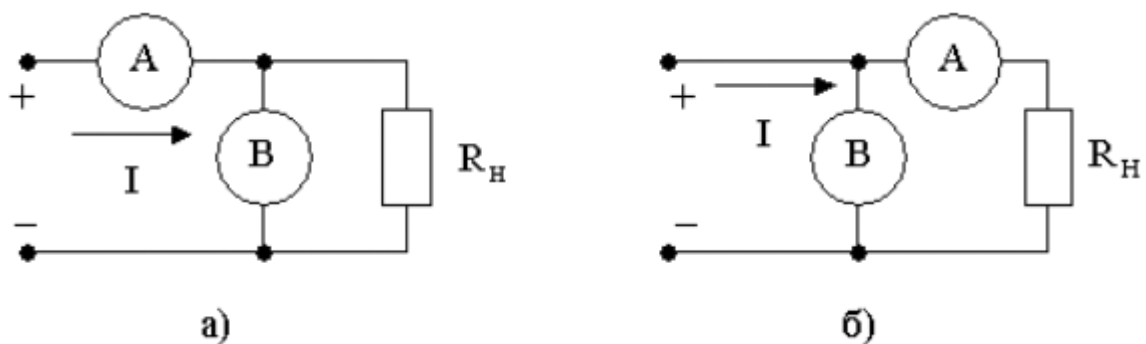

Рис. 3.2.1. Различные схемы включения амперметра и вольтметра при измерении мощности постоянного тока
При косвенных измерениях электрической мощности возможны две схемы включения приборов (рис.3.2.1.а и 3.2.1.б). В обоих случаях на результатах измерений сказывается методическая погрешность, обусловленная слиянием внутреннего сопротивления вольтметра и/или амперметра. В схеме, представленной на рис.3.2.1.а, амперметр измеряет не ток нагрузки, а сумму токов нагрузки и вольтметра, в схеме, представленной на рис.3.2.1.б – показания вольтметра определяются не падением напряжения на нагрузке, а суммой падений напряжения на нагрузке и амперметре. Следовательно, в обоих случаях мощность, вычисленная на основании показаний амперметра и вольтметра, будет отличаться от действительного значения P_D . Первую схему лучше использовать, если $R_H \ll R_B$, вторую – если $R_H \gg R_A$, где R_H – сопротивление нагрузки, а R_B и R_A – внутреннее сопротивление вольтметра и амперметра соответственно.
При выполнении косвенных измерений мощности в соответствии с описанной выше процедурой абсолютная методическая погрешность измерений в случае, изображенном на рис.3.2.1.а, вычисляется по формуле:
- С помощью КУ включите приборы по схеме, изображенной на рис. 3.2.1.а.
б. Выполните измерение мощности постоянного электрического тока для случая, когда измерительные приборы включены по схеме, изображенной на рис.3.2.1.а:
а. Выполните измерение мощности постоянного электрического тока в цепи при различных значениях сопротивления R для случая, когда измерительные приборы включены по схеме, изображенной на рис.3.2.1.б: